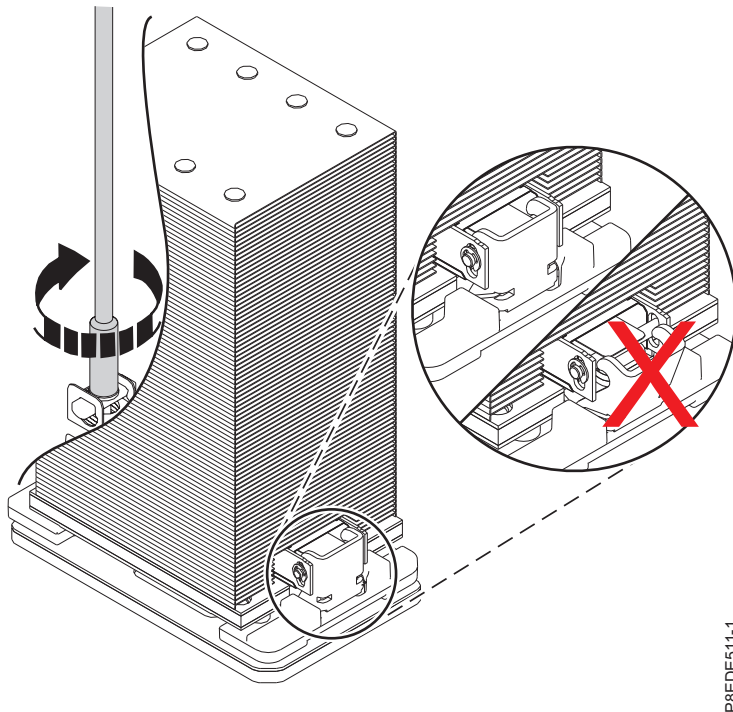

Abbildung 18. Sichern des Kühlblechs
Anmerkung: Sollte die Halteklammer nicht eingerastet sein, müssen Sie sie manuell am Kühlblech einrasten lassen, während die Halteschraube angezogen wird. Siehe Abb. 18 auf Seite 20.
- a. Stellen Sie beim Platzieren des Kühlblechs auf dem Systemprozessormodul sicher, dass die seitlich am Kühlblech befindliche Halteklammer einrastet, siehe Abb. 18 auf Seite 20.